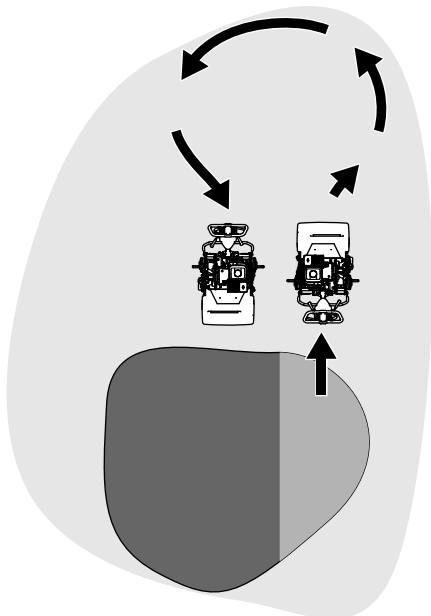

図 14
- ターンをする時はグリーンの外で、リールを浮かせてハンドルを押し下げて、雨だれ形を描くように行います 図 14。
1. トランスミッションギアボックスにある接続レバーを探し出す 図 14。